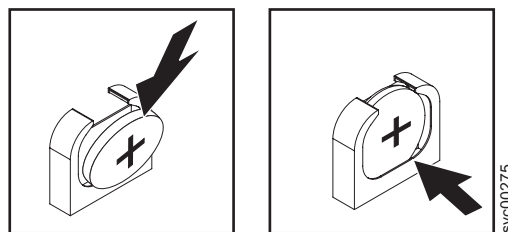

図 142. SAN ボリューム・コントローラー 2145-CF8 CMOS バッテリー・ホルダー
- b. バッテリーを、所定の位置にカチッと音を立てて収まるまで、横方向に押してソケットにはめ込みます。図 142 に示すように、バッテリー・クリップがバッテリーを確実に保持するようにします。